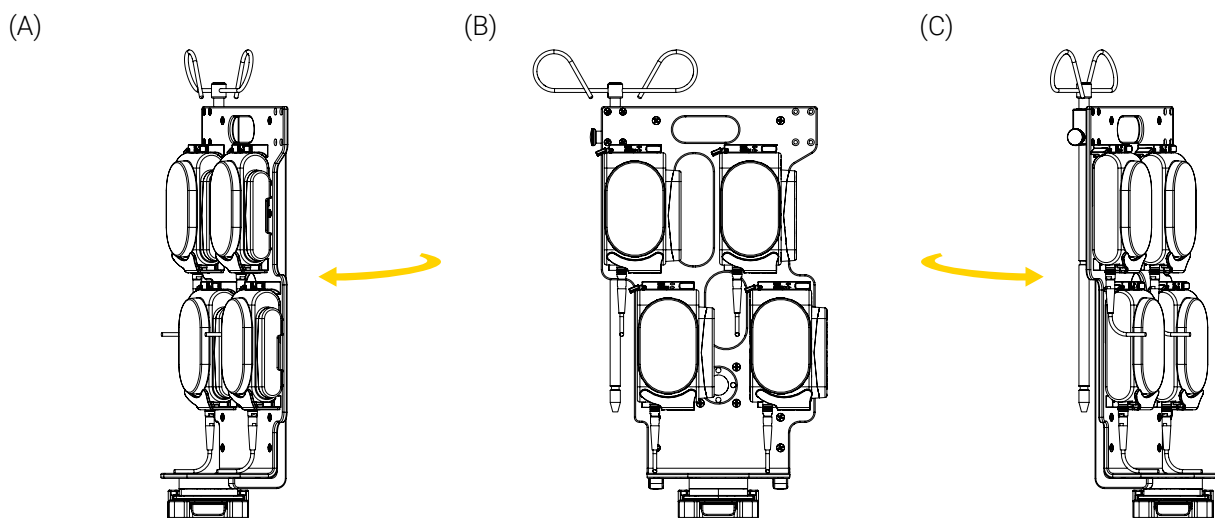

Figure 8: Rotation du support de fixation sur une Micro Base horizontale
3. Si vous avez une base horizontale, tourner le support jusqu'à 360 ° dans le sens horaire ou antihoraire, jusqu'à la position désirée (Figure 8). Consulter la documentation de l'utilisateur du support de fixation au besoin.